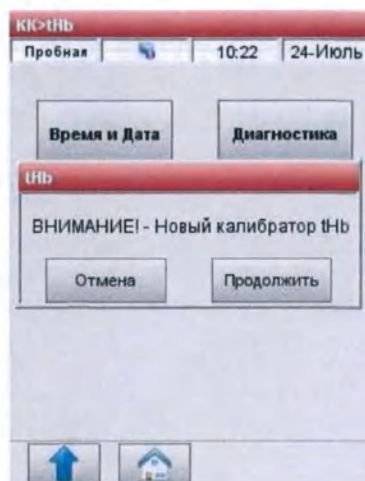

Рис.2-16 Новый калибратор tHb
- При использовании калибровочной кассеты в первый раз на экране высветится предупреждение (Рис.2-16). Нажмите <ОК>.